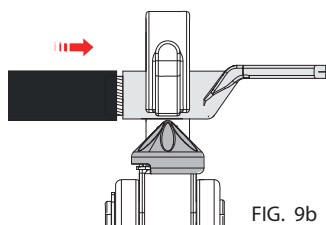

FIG. 9b
- Insérer en profondeur le conducteur dans le connecteur (voir fig. 9b).